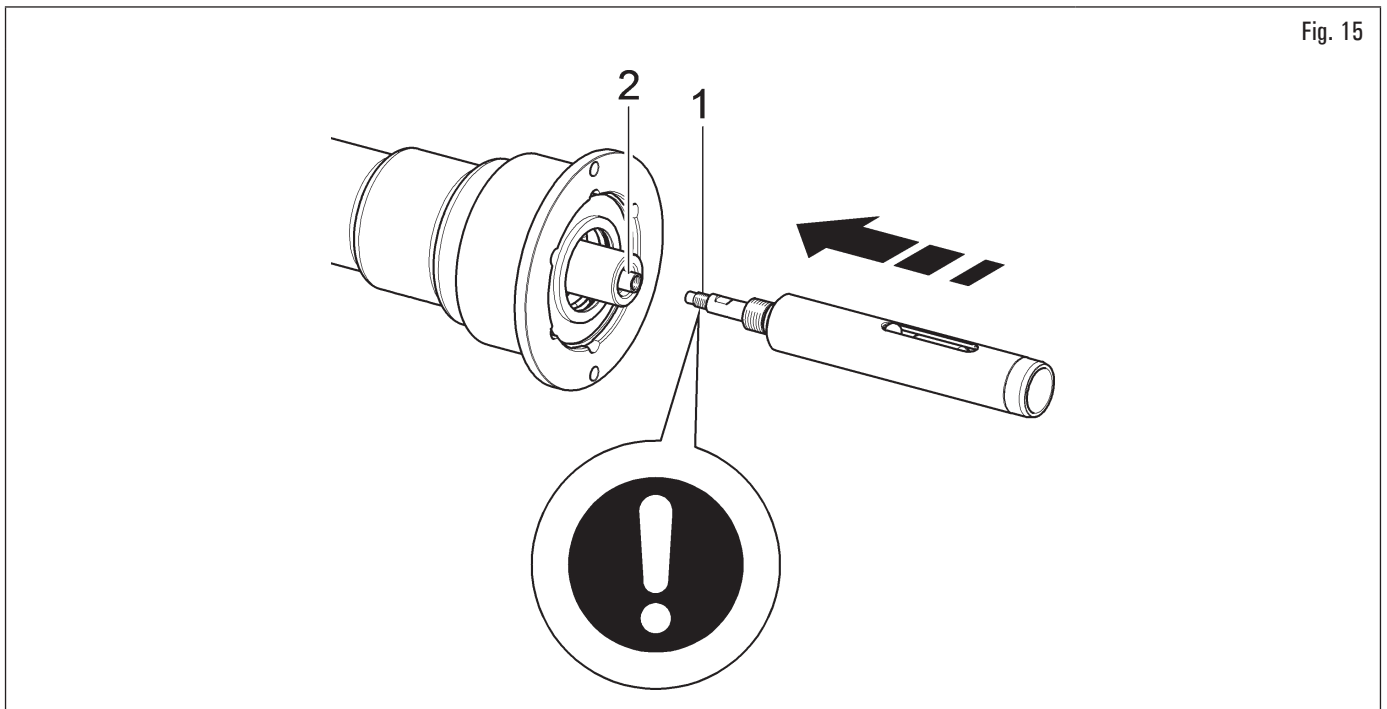

Fig. 15
2. apagar el equipo mediante el interruptor general (Fig. 27 ref. 1). Acoplar el vástago interior neumático (Fig. 15 ref. 1) con el vástago interior de la brida (Fig. 15 ref. 2) (ver Fig. 15);
Al montar el kit eje neumático (Fig. 15 ref. 1) poner fijador de roscas de resistencia media Loctite 242 o equivalente sólo en la rosca M10 y apretar a 30 Nm (22 ft-lbs).